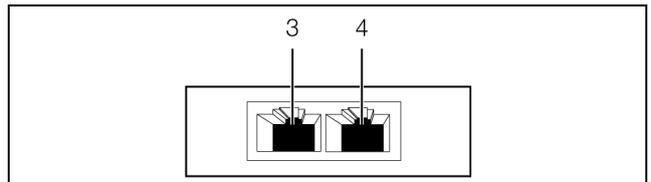

Abb. 8: Rückseite des Temperatursensors
- Verbinden Sie den Temperatursensor über ein CAN-Bus-Verbindungskabel mit einer CAN-Bus-Schnittstelle der CMC III Processing Unit bzw. der benachbarten Komponente im CAN-Bus (Abb. 8, Pos. 3).
- Schließen Sie ggf. an der zweiten, freien CAN-Bus-Schnittstelle des Temperatursensors (Abb. 8, Pos. 4) eine weitere Komponente an (z. B. einen anderen Sensortyp).